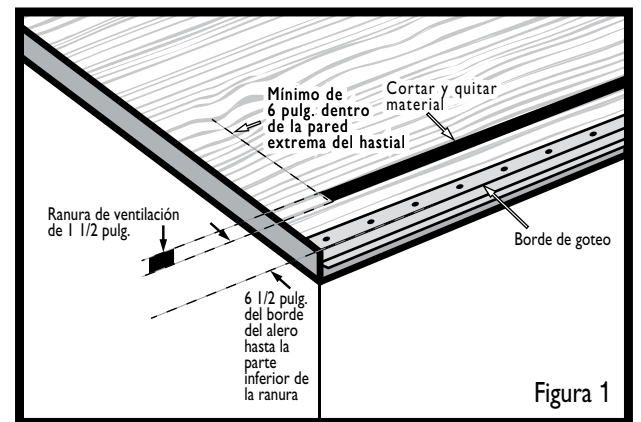

Figura 1
**Paso 4:** Haga marcas en el techo 6 pulg. hacia adentro desde la pared extrema del hastial en cada cornisa de tímpano. Mediante estas líneas se identificarán los extremos de la abertura de la ranura de la ventilación. Consulte la figura 1.